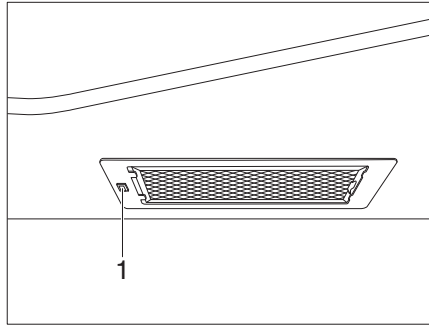

Bild 348 Dunstabzug
- Den Dunstabzug mit dem Schalter (Bild 348,1) ein- und ausschalten.